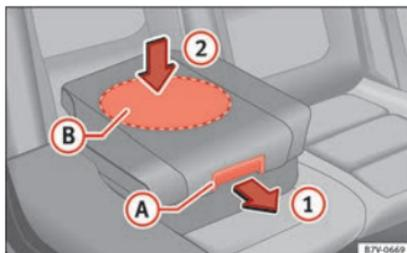

Abb. 98 Integrierter Kindersitz: Sitzpolster zurückklappen.
- Sitzpolster am Entriegelungshebel » **Abb. 98** **A** in Pfeilrichtung **1** nach vorn ziehen.
Beim Zurückklappen des integrierten Kindersitzes nur in der Mitte auf das Sitzpolster drücken » **Abb. 98 **2**. Andernfalls kann sich das Sitzpolster verkanten und nicht sicher einrasten.**